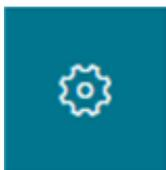

Figure 51. Icône du menu des Paramètres
1. Cliquez sur le menu Paramètres, voir **Figure 51**; le menu « Paramètres de l'organisation » (Organization Settings) s'affiche.
2. Sélectionnez Emplacement (Location) dans le menu Organization Settings, voir 2 à la **Figure 51**.
3. Cliquez sur "+ Add Location", voir 3 à la **Figure 51**.
4. Entrez le nom et l'adresse de l'emplacement et cliquez sur le bouton Terminé, voir 5 à la **Figure 51**.